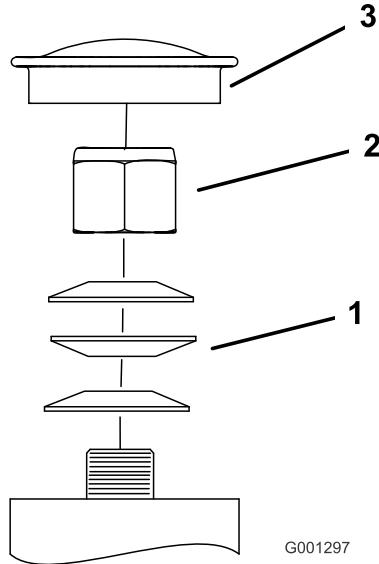

Bild 71
3. Entfernen Sie den Staubdeckel vom Laufrad und ziehen Sie die Sicherungsmutter an (Bild 71).
4. Ziehen Sie die Sicherungsmutter an, bis die Federscheiben flach liegen und schrauben Sie dann um Viertelumdrehung zurück, um die Lager richtig vorzuspannen (Bild 71).
**Wichtig:** Achten Sie darauf, dass die Federscheiben richtig eingesetzt sind, siehe Bild 71.
5. Setzen Sie den Staubdeckel auf (Bild 71).